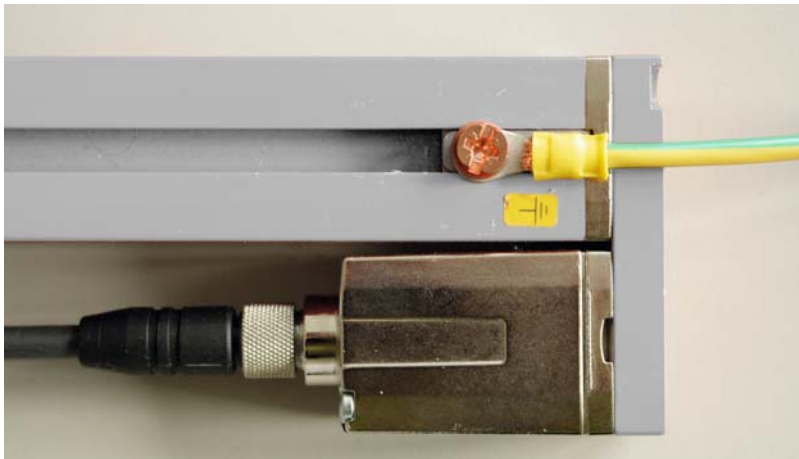

Figure 7.1 : Branchement de la terre au rideau lumineux
- ↪ Reliez le boîtier de l'émetteur **et** du récepteur du rideau lumineux au conducteur de protection au point neutre de la machine FE par l'intermédiaire de la vis de PE prévue à cet effet sur le coulisseau de mise à la terre (voir figure 7.1).